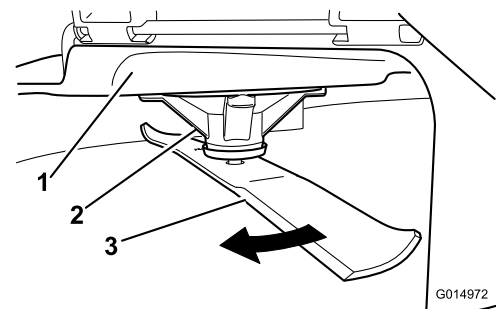

Figura 89
2. Llevando guantes fuertemente acolchados u otro tipo de protección apropiada para las manos, gire la cuchilla lentamente hasta una posición que permita medir la distancia entre el filo de corte y la superficie nivelada en la que descansa la máquina (Figura 89).